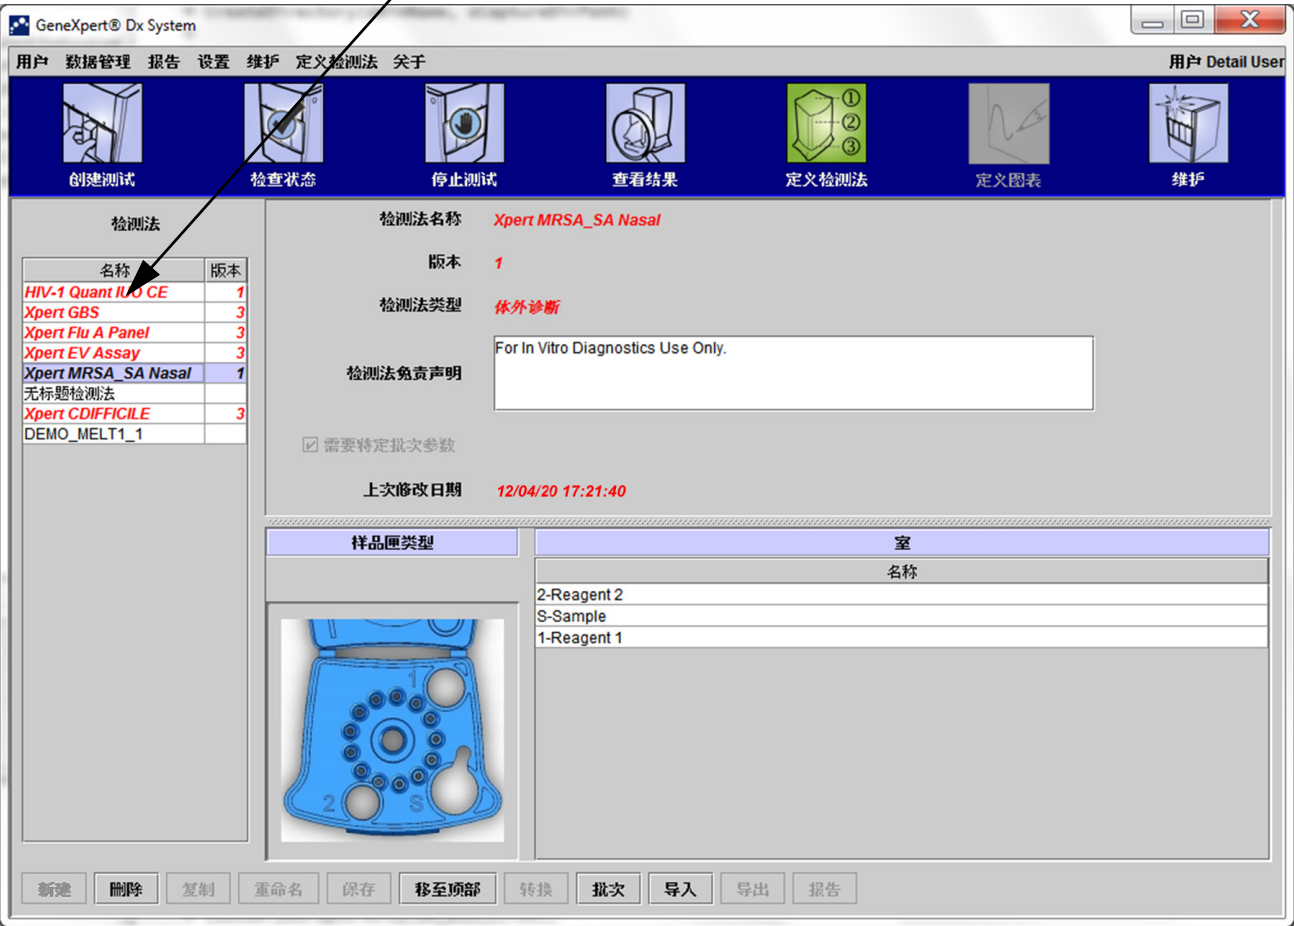

图 5-17. GeneXpert Dx System – “定义检测法” 窗口
1. 在 “GeneXpert Dx System” 窗口中，单击**定义检测法**。出现 “定义检测法” 窗口（参见图 5-17）。